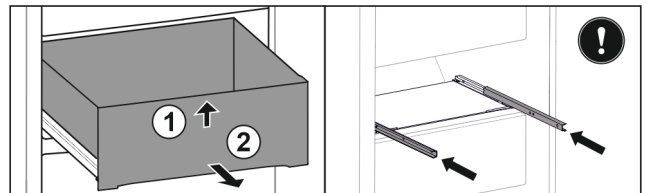

Fig. 40
- ▶ Поднимите выдвижной ящик спереди Fig. 40 (1).
- ▶ Извлеките движением вперед Fig. 40 (2).